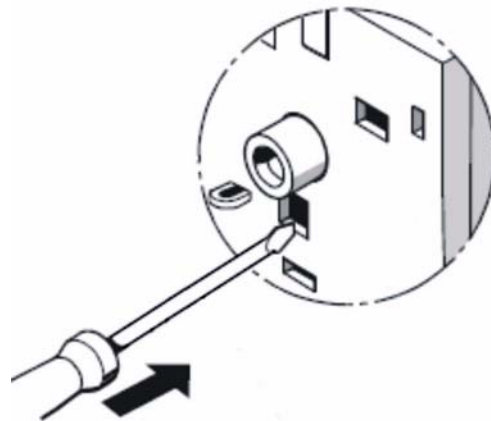

Fig. 32
- **Essai du dispositif (Fig. 32)**